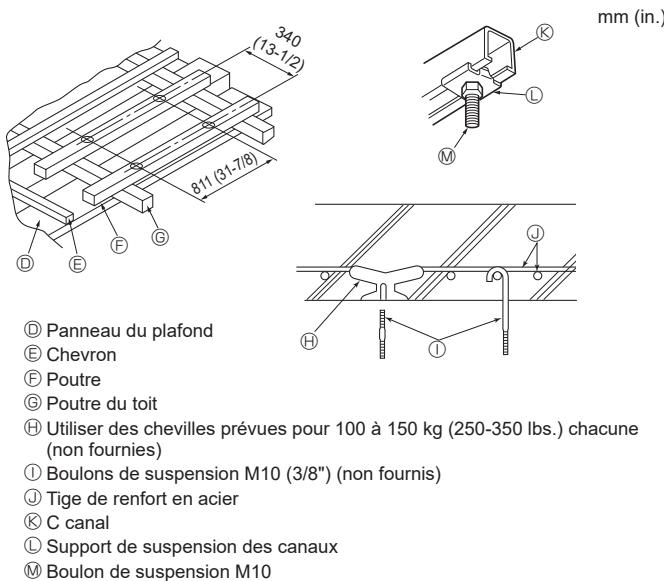

Fig. 2-4
- ① Structures en bois (Fig. 2-4)
- ② Structures en béton armé